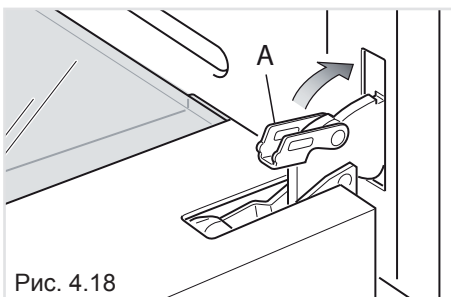

Рис. 4.18
- Полностью откройте дверцу духового шкафа и замкните рычаг «A» на левом и правом шарнирах (Рис. 4.18).